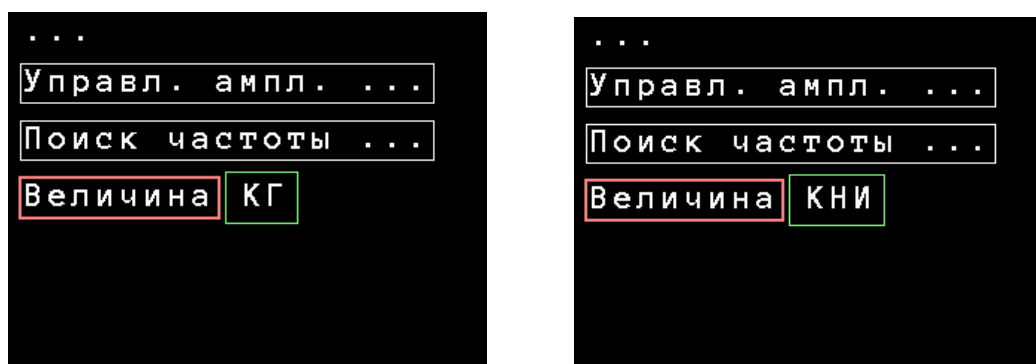

Рисунок 2.7. Подменю «Настройки изм. ...»
2.3.3.3 Подменю «Настройки изм. ...» (см. рисунок 2.7) содержит три элемента: